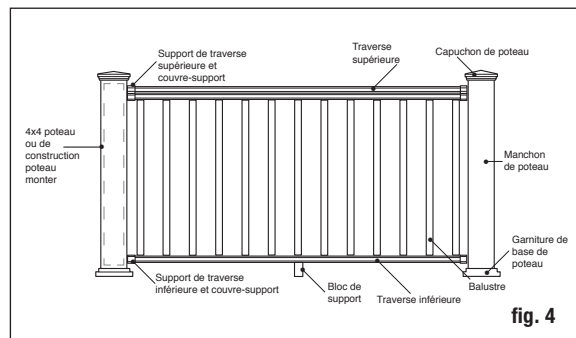

fig. 4
Étape 5 Taillez les manchons de poteaux à leur longueur. Les manchons de poteaux devraient être d'au moins 5,08 cm (2 po) plus long que la hauteur du garde-corps (fig. 4). Exemple : Pour un garde-corps de 91 cm (36 po) de haut, découpez le manchon à au moins 96,5 cm (38 po), mais pouvant être laissé plus long si vous le désirez. Faites glisser un manchon de poteau coupé sur chaque poteau de garde-corps 4 x 4 ou support de poteau. Les manchons des poteaux devraient glisser facilement sur ceux-ci. **NE FORCEZ PAS** le manchon sur le poteau. Les poteaux 4 x 4 vrillés ou tordus devraient être remplacés. Glissez une garniture de base de poteau (facultative) sur chaque manchon de poteau pour offrir un beau fini. *Remarque : Il est recommandé d'installer la garniture de base de poteau avant la traverse inférieure. Cependant, la conception à deux pièces permet à l'installateur d'ajouter la garniture de base de poteau après l'installation de la rampe. Pour installer, appliquez une fine couche d'adhésif clair de construction pour l'extérieur, à l'intérieur de la garniture du poteau, là où elle entrera en contact avec le manchon de poteau, puis insérez en place, autour de la base du manchon de poteau.*